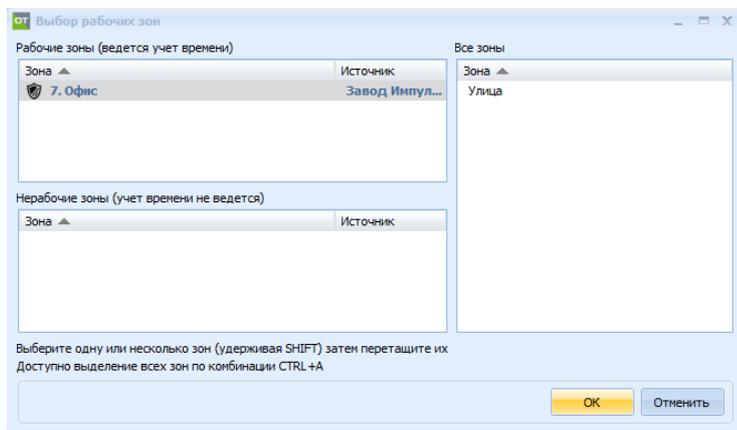

Рисунок 25.6 – Окно «Выбор рабочих зон»
– **Рабочие зоны** – выбрать СКУД-зоны, в которых будет считаться рабочее время сотрудников данного предприятия. Необходимо нажать кнопку «Изменить», в открывшемся окне «Выбор рабочих зон» перетащить нужные зоны из поля «Все зоны» в поле «Рабочие зоны» и нажать кнопку ОК (рисунок 25.6).